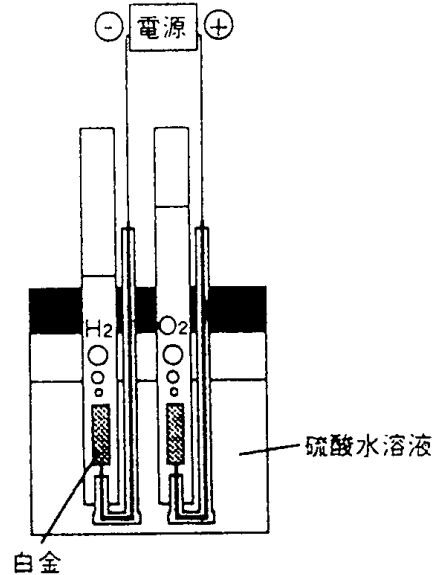

図 1. 水の電気分解
- ① 電解液として 1 モル/リットルの硫酸水溶液をビーカーに入れます。
- ② 図 1 に示すように、2 枚の白金電極をセットし、水を電気分解しましょう。蓄電池のマイナスにつないだ方から水素、プラスにつないだ方から酸素が 2 : 1 の割合で発生するのが観察できるでしょう。
- ③ 電極の約 1/2 がガス中に出れば電解を止めます。2 つの電極の間の電圧をデジタルテスターで測定しましょう。どちらの電極がプラスで、何ボルト発生しているか記録しよう。